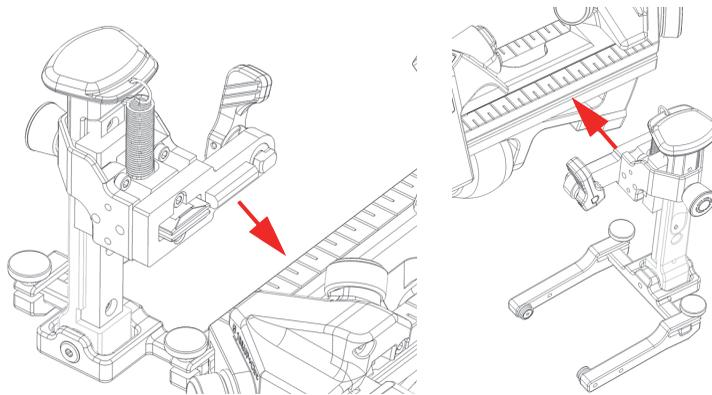

Figura 2-6 Allineamento del supporto della sonda con la fessura della rotaia
2. Allineare il supporto della sonda con la fessura della rotaia in modo che risultino reciprocamente paralleli (Figura 2-6 a pagina 44).